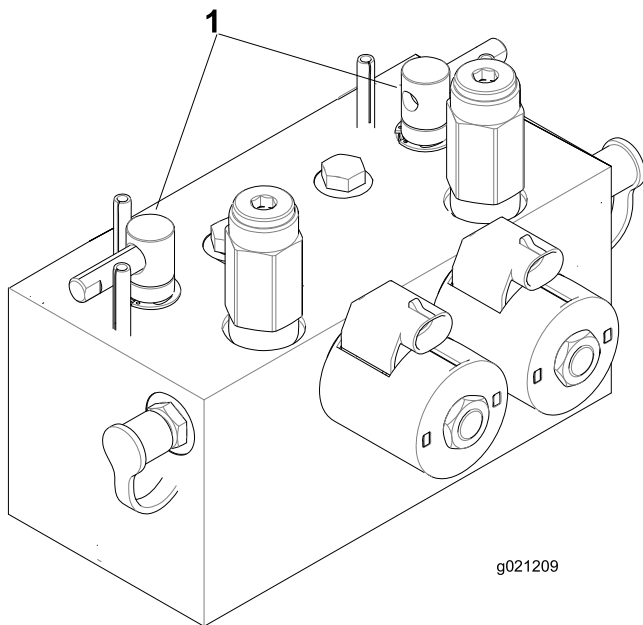

Bild 95
2. Entriegeln und klappen Sie den Sitz hoch, um die Lapphebel frei zu legen (Bild 95).
5. Wählen Sie entweder den vorderen, hinteren oder beide Lapphebel aus, um festzulegen, welche Geräte geläppt werden (Bild 95).